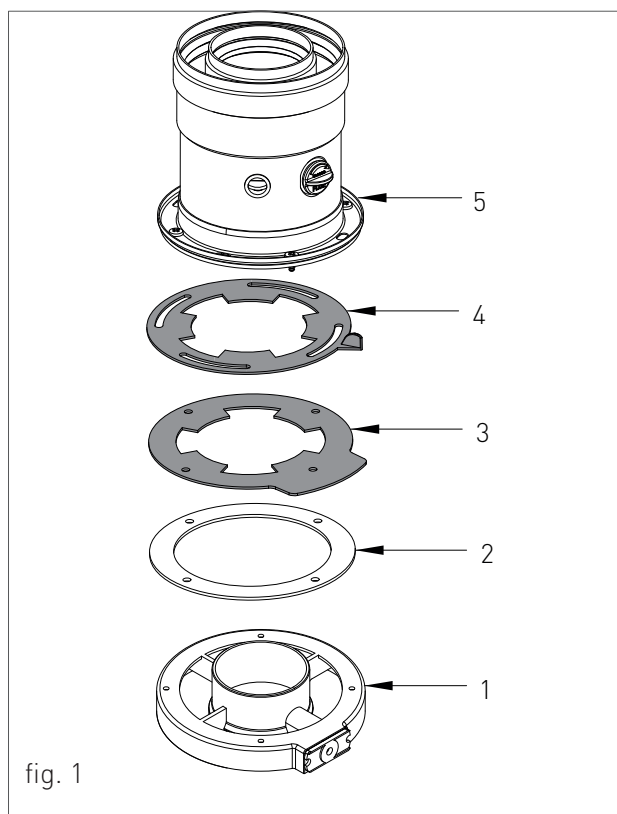

fig. 1
- › Mai întâi introduceți diafragma inferioară cu scara gradată (3-fig.1), apoi diafragma superioară cu indicele de referință (4-fig.1);
- › Introduceți conectorul cu flanșă (5-fig.1) sau o altă componentă adecvată sistemului coaxial utilizat;